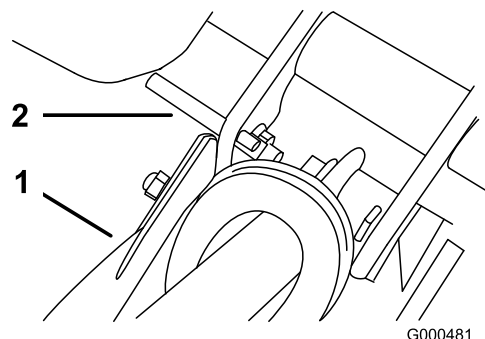

Figura 44
2. Abbassate il cavalletto e inserite un perno (o una spina) del diametro di 6,3 mm nel foro del telaio soprastante il bullone di montaggio del cavalletto (Figura 44).